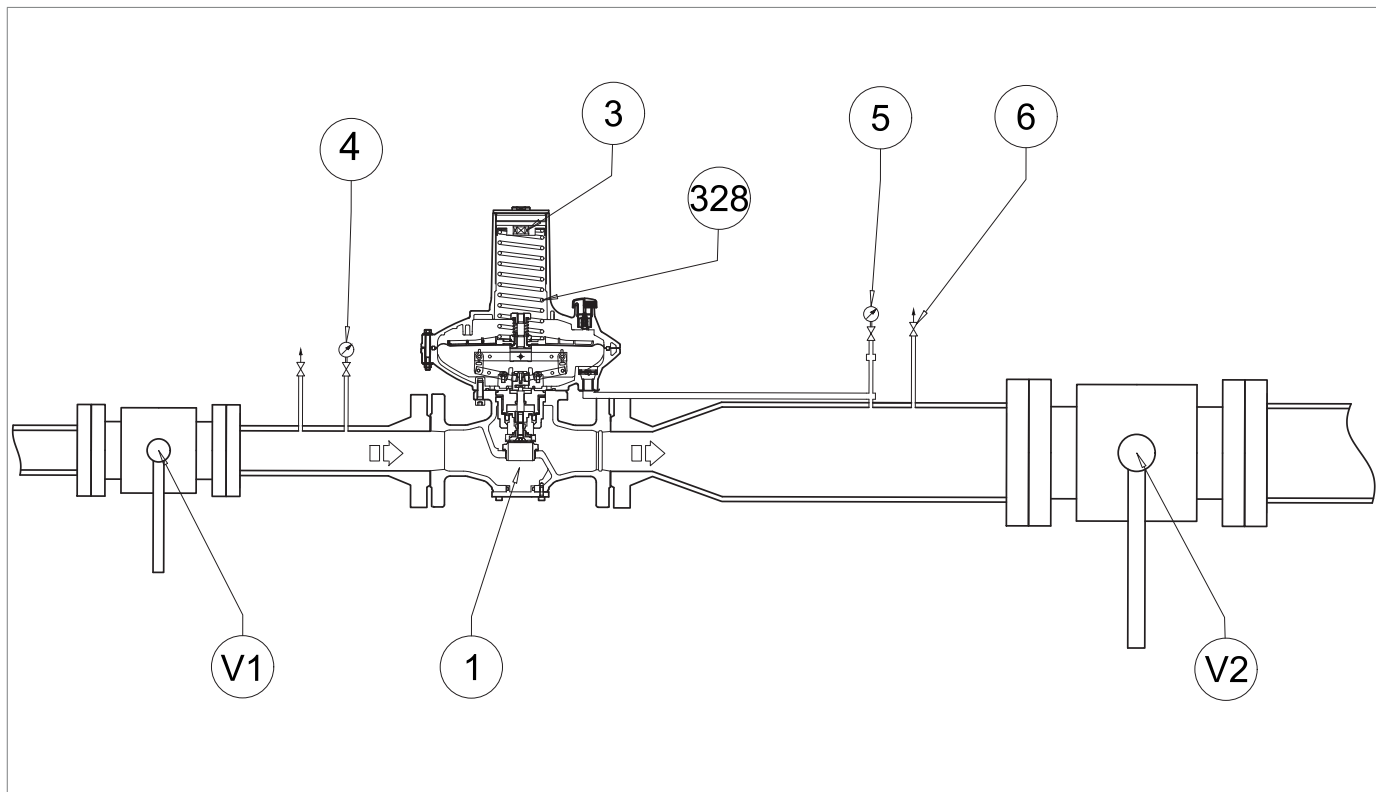
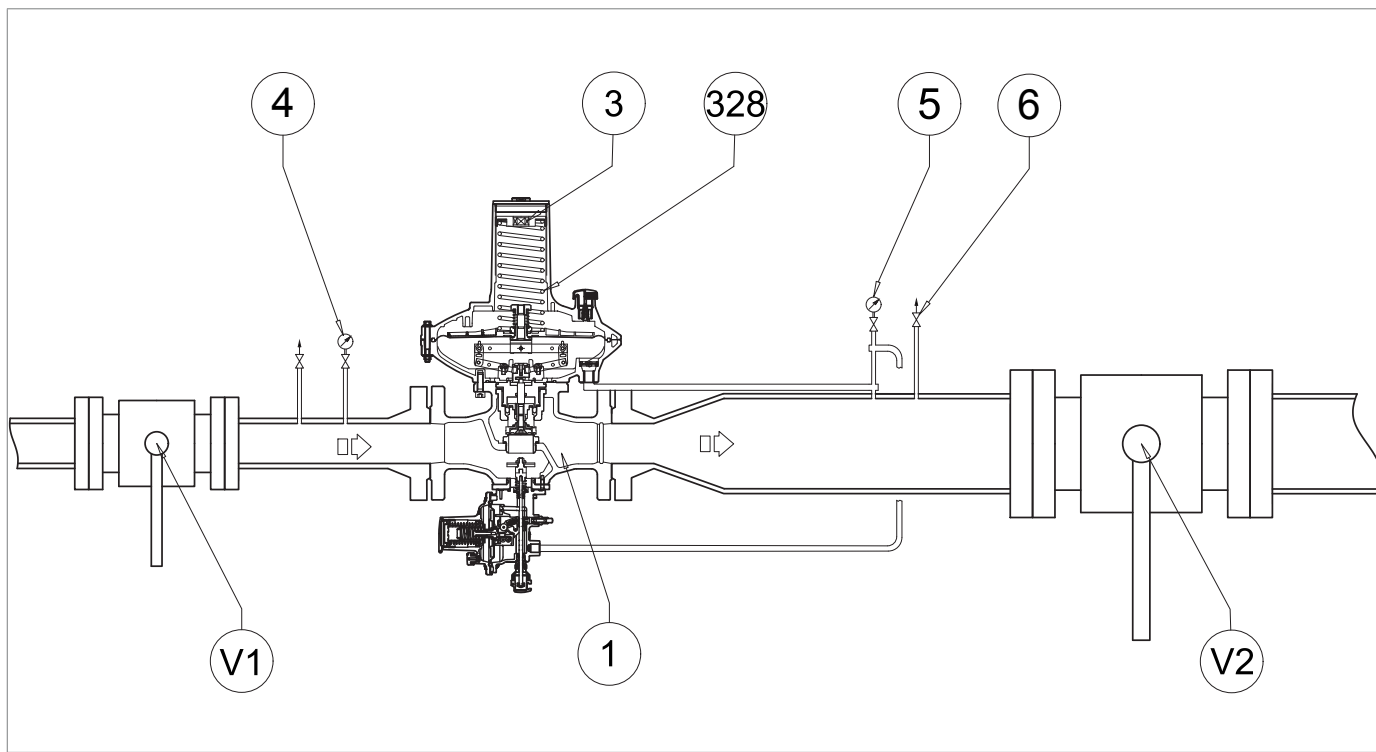
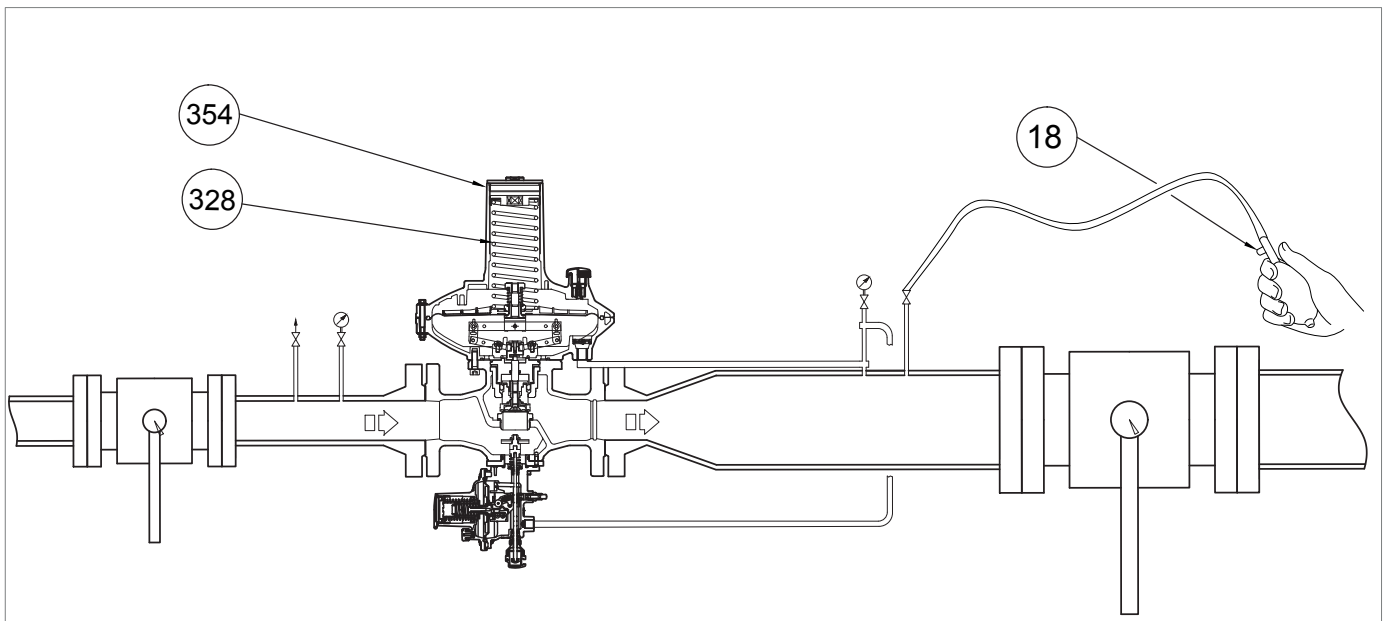

Fig. 8.16. Messa in servizio del regolatore DIVAL 600
Fig. 8.19. Messa in servizio del regolatore DIVAL 600 con valvola di blocco LA
Fig. 8.21. Pressurizzazione con fonte esterna per valvola di blocco incorporata LA
1	<p>Aumentare la pressione di valle fino al valore di intervento della valvola di blocco, collegando una fonte di pressione esterna al rubinetto di scarico (fig. 8.16, rif. 6) posto sulla tubazione di valle, assicurandosi di aprire un rubinetto di scarico aggiuntivo (fig. 8.21, rif. 18).</p> <div style="border: 1px solid black; padding: 5px;"> <p>! AVVISO!</p> <p>Controllare la pressione facendo riferimento al manometro di valle (fig. 8.16, rif. 5).</p> <p>Se la valvola di blocco:</p> <ul style="list-style-type: none"> • interviene prima del valore di pressione previsto: avvitare (senso orario) la ghiera di regolazione (13) così da comprimere maggiormente la molla (11); • non interviene al valore di pressione previsto: svitare (senso antiorario) la ghiera di regolazione (13), così da scaricare la molla (11). </div>
3	<p>Chiudere il rubinetto di scarico aggiuntivo (fig. 8.21, rif. 18).</p>
3	Se necessario, rimuovere il tappo di chiusura (fig. 8.21, rif. 354) unitamente alla ghiera di regolazione e rimuovere la molla di regolazione (fig. 8.21, rif. 328). AVVISO! Controllare il valore della pressione di intervento della valvola di blocco indicato dal manometro di valle (fig. 8.19, rif. 5).
5	Dopo aver verificato che la valvola di blocco intervenga al valore prefissato, agire come segue: <ol style="list-style-type: none"> 1. Chiudere il rubinetto di sfiato (fig. 8.16, rif. 6) 2. Posizionare la molla di regolazione (fig. 8.21, rif. 328), il tappo di chiusura (fig. 8.21, rif. 354), la ghiera di regolazione (fig. 8.16, rif. 3) 3. Aprire lentamente la valvola di intercettazione di monte (V1) fino a che il valore della pressione di valle (Pd) raggiunga il valore di taratura del regolatore, facendo riferimento al manometro di valle (fig. 8.16, rif. 5) 4. Chiudere la valvola di intercettazione di monte (V1) 5. Aprire lentamente e parzialmente il rubinetto di sfiato (fig. 8.16, rif. 6) per diminuire la pressione di valle facendo riferimento al manometro di valle (fig. 8.16, rif. 5) fino al raggiungimento del valore di intervento per minima pressione 6. Verificare la corretta taratura della molla di minima ripetendo i passi 2-3-4 almeno tre volte 7. Eseguire taratura del regolatore principale facendo riferimento al par. 8.5